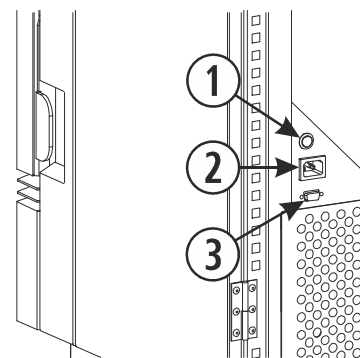

Figura 12
- ECO III: Sobre la conexión de corriente de la estufa (figura 12).